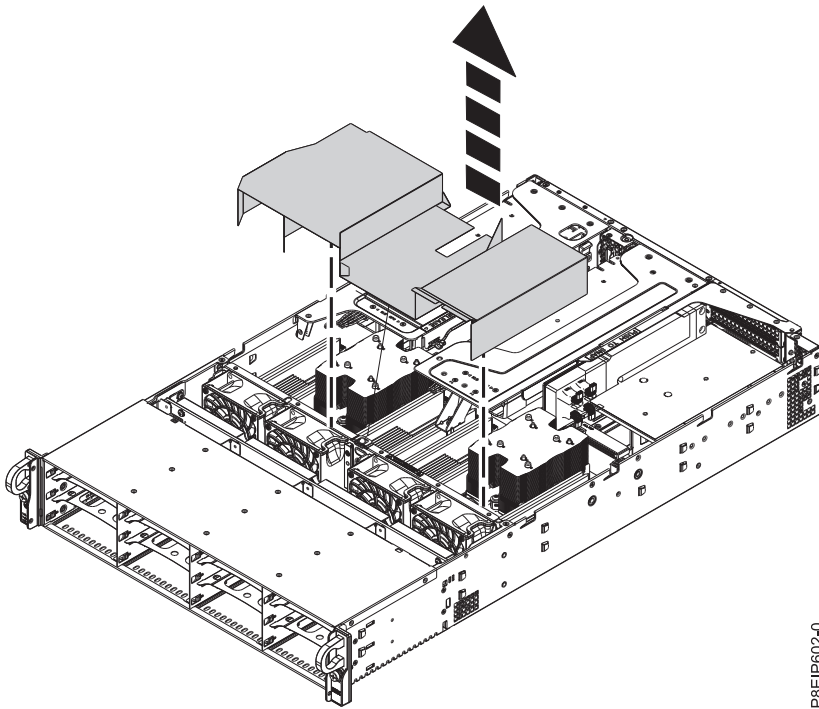

Figure 76. Retrait du déflecteur d'air du processeur
3. Retirez le déflecteur d'air du processeur, comme indiqué dans la figure 76. Désemboîtez avec soin le déflecteur d'air du processeur et ôtez-le du système.